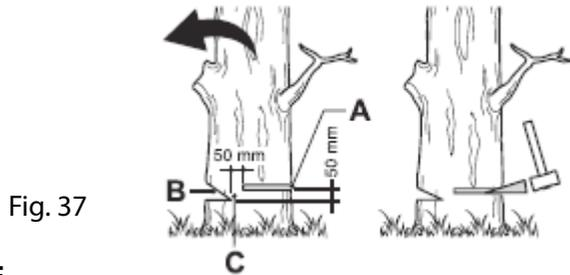

Fig. 37
Faites une entaille (Fig. 37, B) mesurant 1/3 du diamètre de l'arbre, perpendiculaire au sens de la chute (Fig. 37), en réalisant d'abord une entaille horizontale sur la partie inférieure. Cela permettra d'éviter de coincer la tronçonneuse ou le guide-chaîne lorsque la deuxième entaille est réalisée.
1. Réalisez le trait d'abattage (Fig. 37, A) à au moins 50 mm plus haut que l'entaille horizontale. (Fig. 37) Gardez le trait d'abattage parallèle à l'entaille horizontale. Réalisez le trait d'abattage en laissant suffisamment de bois pour servir de charnière. Le bois (Fig. 37, C) servant de charnière empêche l'arbre de se tordre et de tomber dans la mauvaise direction. Ne coupez pas la charnière.